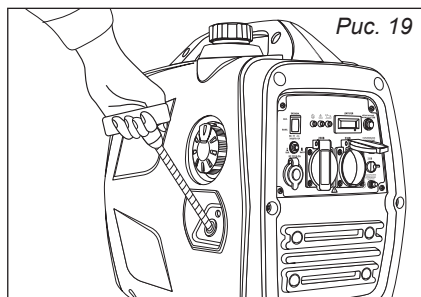

Рис. 20
Для запуска теплого двигателя переведите ручку переключателя в положение ② «ВКЛ» (рис. 20).
4. После того, как двигатель запустится, переведите переключатель в положение ② (рис. 20).